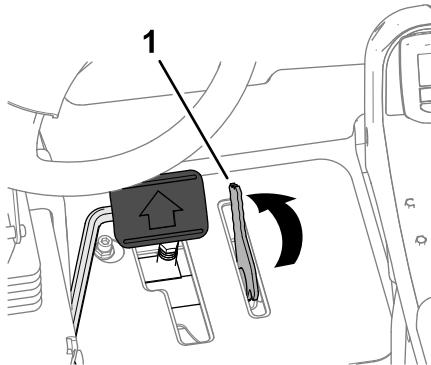

Bild 56
3. Stellen Sie den Hebel für den Mähgeschwindigkeitsbegrenzer mit dem Fuß nach vorne, in die MÄHEN-Stellung (Bild 56).